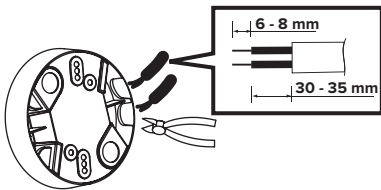

FIG. 12
2. Om de bedrading door de sparingen aan de zijkant van de behuizing te voeren, dienen deze gemarkeerde, maar nog afgedekte gaten vrijgemaakt te worden met een zijkniptang. Voer vervolgens de bedrading door de vrijgemaakte gaten en strip de isolatie van de bedrading 6-8 mm (FIG. 12).